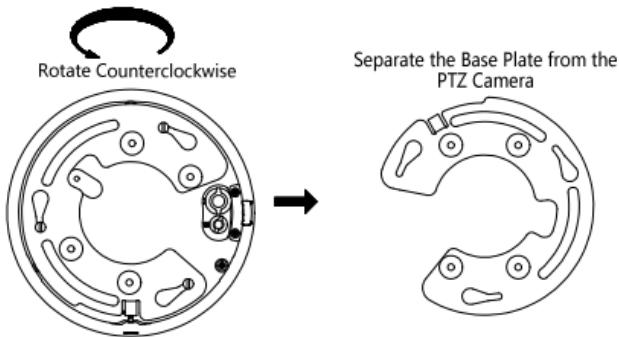

Abbildung 2-10 Kamera von Sockel lösen
1. Drehen Sie die Kamera gegen den Uhrzeigersinn wie in der Abbildung 2-10 gezeigt, um sie vom Kamerastock zu lösen.